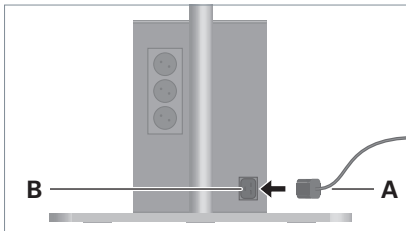

Fig. 10: Leuchte anschließen.
- ▶ Stecken Sie die Buchse **A** in den Stecker **B** an der Versorgungseinheit, siehe Fig. 10.